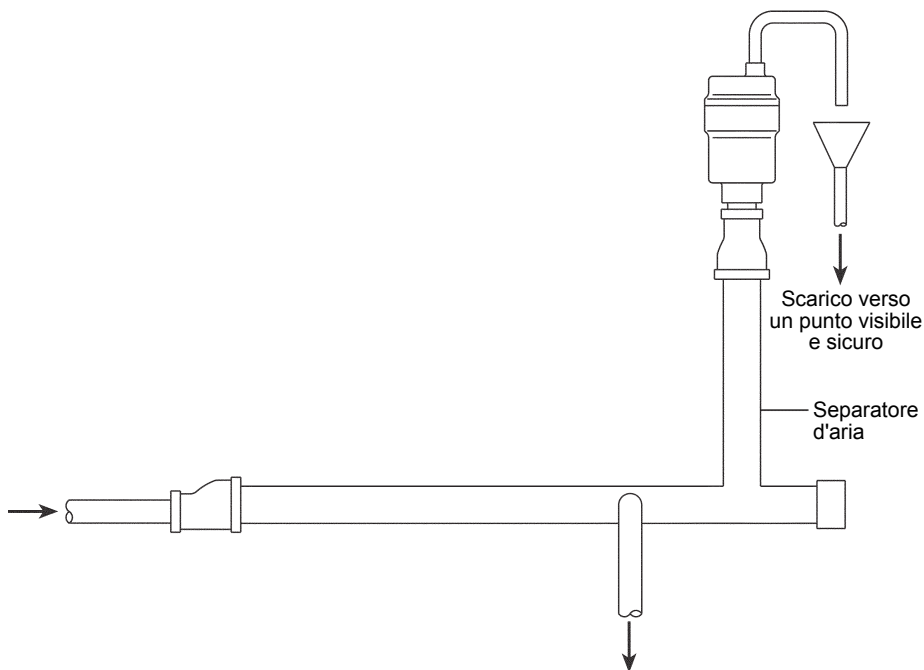

Fig. 2 - Applicazione tipica
- 3.4** L'eliminatore automatico d'aria dovrà essere installato verticalmente con l'ingresso in basso. A causa delle modalità di funzionamento, tutti gli eliminatori automatici d'aria possono gocciolare durante lo scarico d'aria. Ciò è perfettamente normale e causato da trascinamenti indotti dal flusso, per questa ragione si raccomanda di canalizzare lo scarico verso un punto di scarico ed a mezzo di apertura all'atmosfera. Per consentire questa applicazione, l'uscita è dotata di una filettatura maschio 1/4" gas o NPT. Per un'applicazione tipica, vedere la Fig. 2.